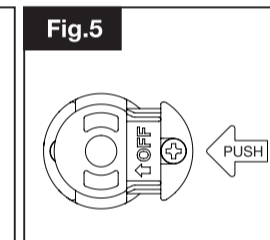
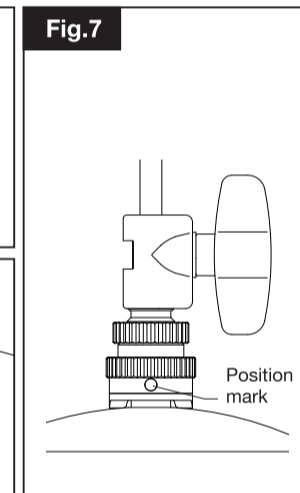

Fig.7
Fig.6
3. While pressing the bottom of the stopper, slide the BLACK side of the switch back over, as shown in Fig.6.
4. Position the clutch & Top Hi-hat cymbal on the pull rod. Tighten the T-nut (B) to set the desired height and playing position.
5. Adjust the tightness of the Top cymbal using the Adjusting nut and the Lock nut. In order for the cymbal to swing more naturally, the position mark (red dot) should face the tip of the drumstick (Fig. 7).
3. 図6のようにストッパーの下部を押しながら黒いボタンをスライドさせると、トップシンバルがハイハットクラッチに固定されます。
5. 調整ナットでトップシンバルの締め具合を調整できます。好みの位置でロックナットを締めて固定してください。演奏時にはポジションマークがスティックのチップの正面になるようにセットすると、より自然な揺れが得られます(図7)。